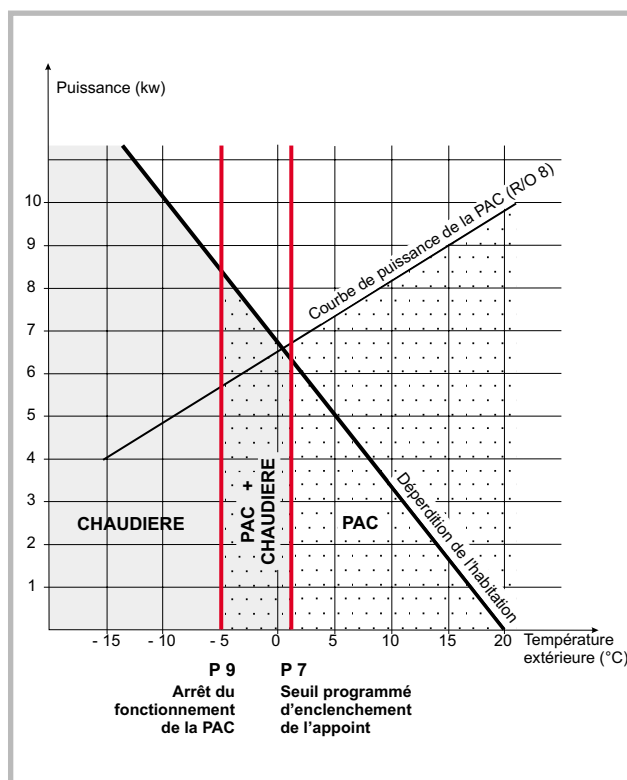

Figure 3 - Principe de fonctionnement en simultané
- Alors que la puissance récupérée par la PAC diminue en même temps que la température extérieure, les besoins énergétiques de la maison augmentent (fig. 3).